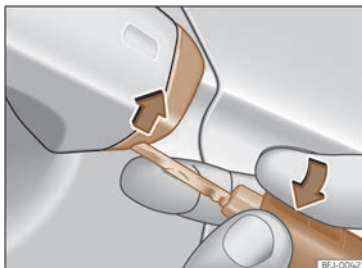

Abb. 50 Fahrertürgriff: Abdeckkappe abhebeln.
- Den Schlüsselbart am Fahrertürgriff in die untere Öffnung der Abdeckkappe stecken und die Abdeckkappe von unten nach oben anheben >>> (Abb. 50).